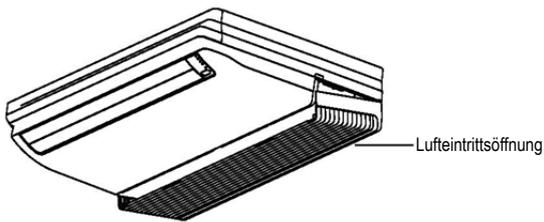

Abb. E1
1. Öffnen Sie den Lufteinlass (siehe Abb.E1).